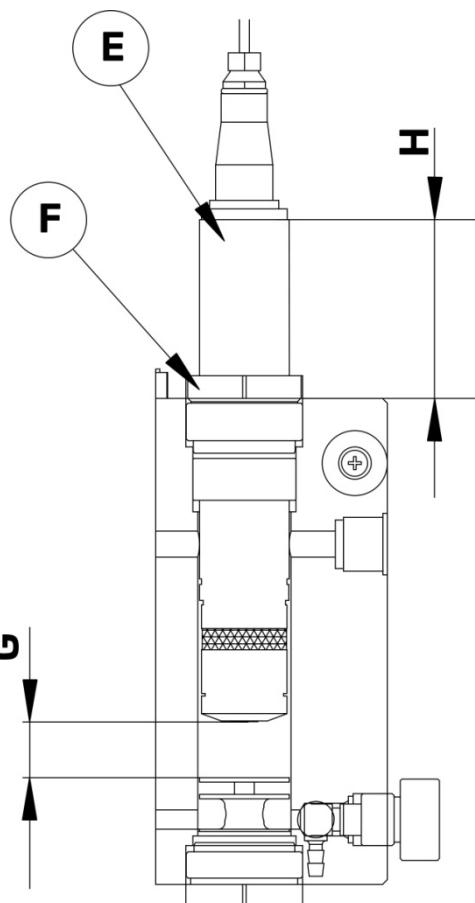

Рис. 9
- Установите датчик хлора SONDA CL в держатель датчиков (измерительную кювету), согласно **Рис. 9**, а именно:
- вставьте датчик хлора SONDA CL, как показано на **Рис. 9** в измерительную кювету, при этом соблюдая расстояния: снизу, не менее **20 мм.** (**размер G**), сверху - расстояние от выступающего тела датчика до корпуса измерительной кюветы (**размер H**), равное приблизительно **80 мм.**, без учета длины соединительного штекера;